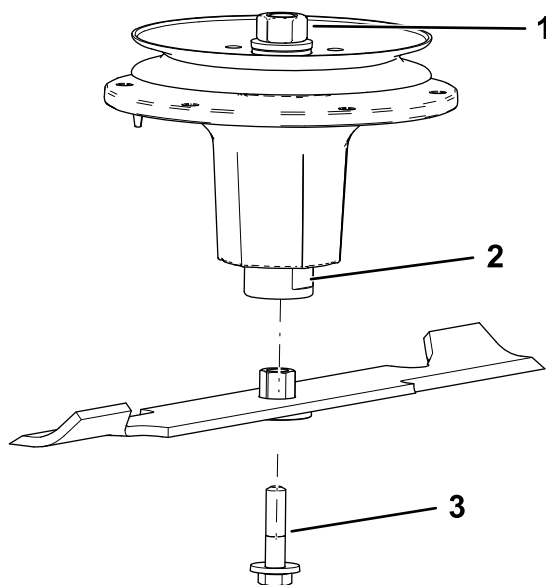

Figura 86
2. Instale o conjunto do casquilho/lâmina no eixo (Figura 86).